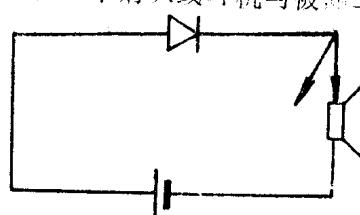

图 3
①看外壳上的符号标记。通常在二极管的外壳上标有二极管的符号“—>+”标有三角形箭头的一端为负极，另一端为正极。
②看外壳上标记的色点。在点接触型二极管的外壳上，通常标有色点（白色和红色）。除少数二极管外（2AP9、2AP10等）一般标红点的这端就是正极。
③透过玻璃壳看触针，对于点接触型玻璃外壳二极管，如果标记已磨掉，则可将外壳上的涂层（黑色或白色）轻轻刮掉一点儿，通过玻璃看哪头是金属触针，哪头是N型锗片。有金属触针的那头就是正极。
④用万用表 $R \times 100\Omega$ 或 $R \times k\Omega$ 档，任意测量二极管的两根引线，如果量出的电阻只有几百欧（正向电阻），则黑表笔（即万用表内电源正极，指针表）所接引线为正极，红表笔（即指针式万用表内电源负极）所接引线为负极。
⑤用电池和喇叭来判断二极管的正负极，将一节电池和一个喇叭或耳机与被测二极管构成串联电路，如图3所示。然后将二极管的引线断续触碰喇叭引线，再把二极管调头一次，以听到“咯咯”声较大的一次为准，与电池正极相接的那一根二极管的引线为正极，另一根为负极。
(2) 晶体二极管好坏的判别
①用万用表 $R \times 10\Omega$ 或 $R \times 100\Omega$ 档测量二极管的正、反向电阻，反向电阻应为无穷大，正向电阻应为 $1k\Omega$ 左右。二极管的正向电阻